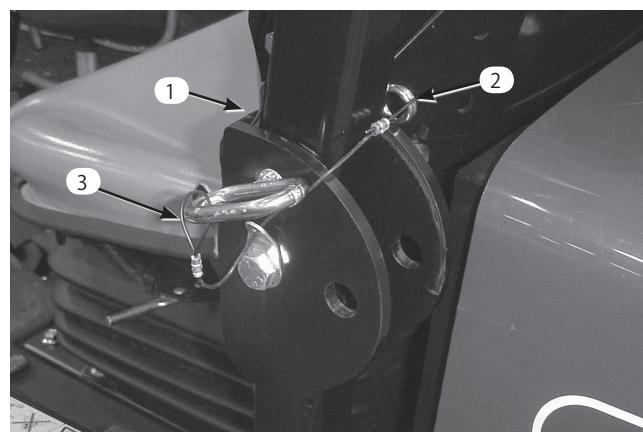

図11
1. 機体の左右でヘアピン・コッターを抜き、ピンを外す(図11)。
2. ROPSをまっすぐに立て、ピンとヘアピン・コッターで固定する(図11)。